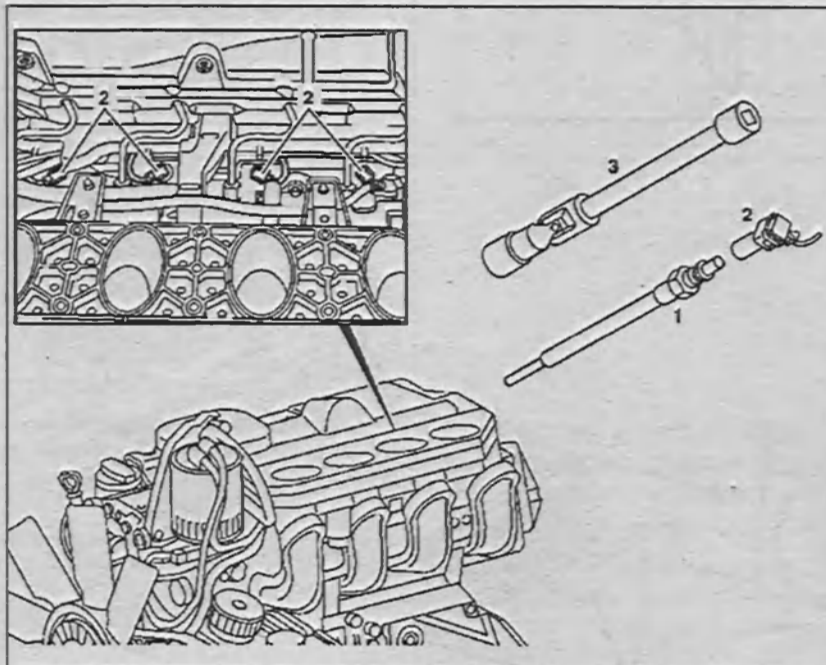

Рис. 3.54. Снятие и установка свечей накаливания:
2. С помощью плоскогубцев отсоедините разъем проводки 2 от свечи накаливания 1 (рис. 3.54).